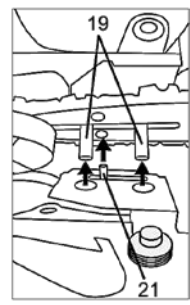

Рисунок 4
- Відрегулюйте гвинт натягу ланцюга на боковій частині кришки зчеплення таким чином, щоб штифт натягу ланцюга (21, рисунок 4) сумістився з відповідним отвором напрямної шини. При цьому отвори на кришці зчеплення повинні збігатися з напрямними гвинтами (19, рисунок 4).
- Вставте штифт механізму натягу ланцюга (21, рисунок 4) в спеціальний отвір на напрямній шині та одягніть кришку зчеплення. Вручну нагвинтіть гайки фіксації кришки зчеплення.